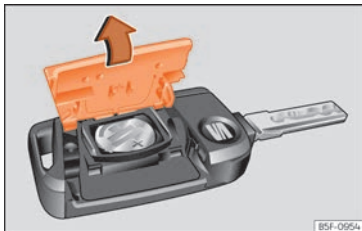

Abb. 87 Fahrzeugschlüssel: Deckel des Batteriefachs öffnen.
- Abdeckung auf der Rückseite des Fahrzeugschlüssels »» **Abb. 87** in Pfeilrichtung abnehmen »» ⚠.
- Abdeckung wie gezeigt ansetzen »» **Abb. 87** und entgegen der Pfeilrichtung auf das Fahrzeugschlüsselgehäuse drücken, bis sie einrastet.